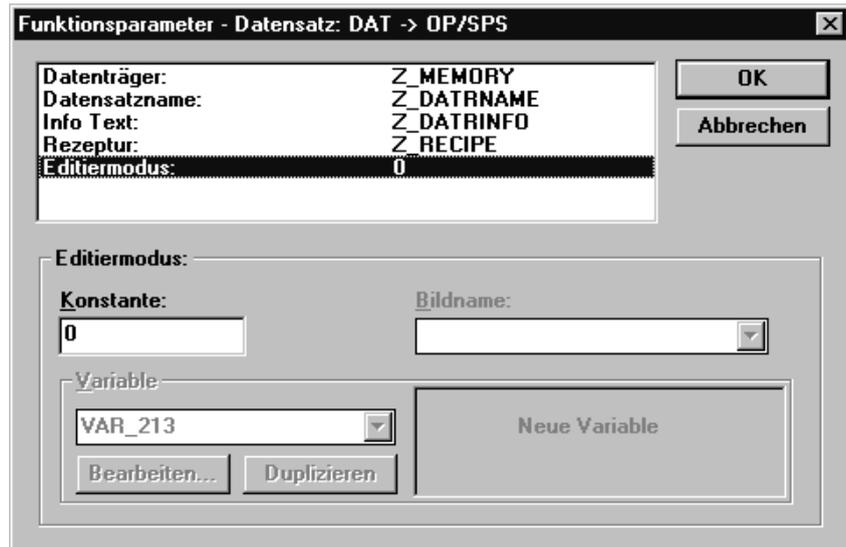

Bild 9-4 Belegung der Parameter für die Funktion DAT → OP/SPS
6. Klicken Sie auf die Schaltfläche *Parameter* und belegen Sie die Parameter wie nachfolgend beschrieben. Wählen Sie hierbei jeweils unter *Variable* die angegebene Variable aus. Bild 9-4 zeigt die Dialogbox mit den Parametern.